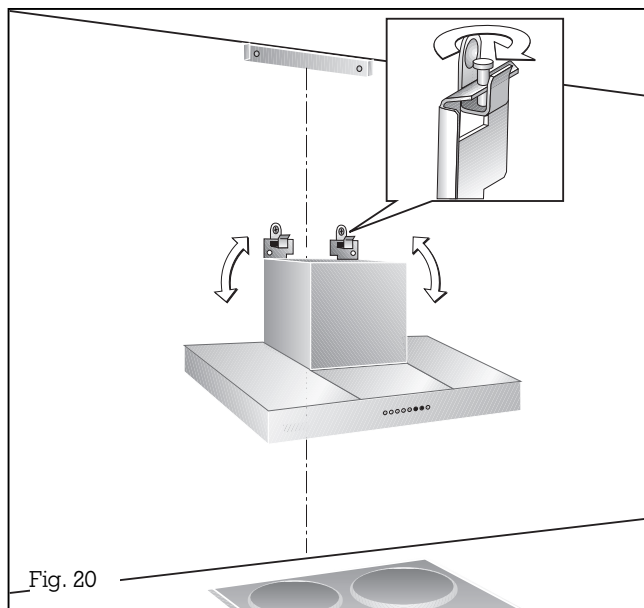

Fig. 20
- Suspendez la hotte aux deux crochets. Ajustez la suspension avec les vis à tête cruciforme et vérifiez l'aplomb de la hotte à l'aide d'un niveau à bulle (fig. 20).